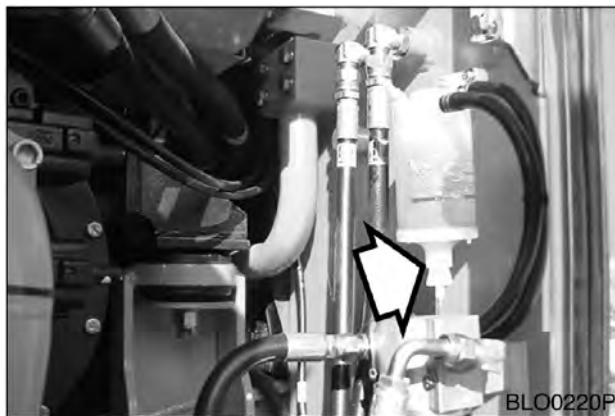

Рис. 19
3. Если красное кольцо в резервуаре достигает линии уровня, ослабить заглушку (рис. 19) в днище корпуса и слить воду в соответствующую емкость.
4. Затянуть заглушку (рис. 19) и заправить топливную систему. См. стр. 4-42